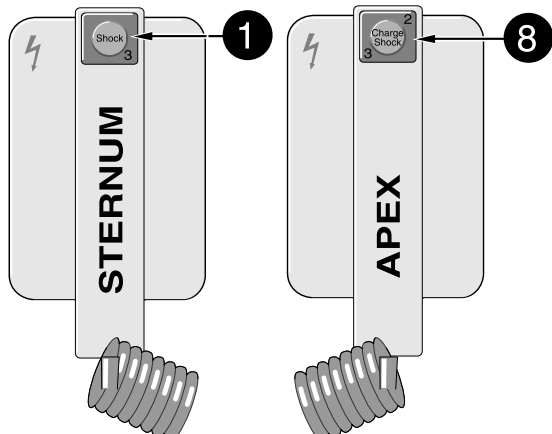

Bild 5-3. Tasten zum Auslösen des Energiespeichervorgangs und zum Auslösen des Defibrillationsimpulses
- * Starten Sie mit der Taste (8) den Energiespeichervorgang und achten Sie darauf, daß die roten Kontrolllampen (5) nacheinander aufleuchten bis zur eingestellten Energiemenge (Bild 5-3).